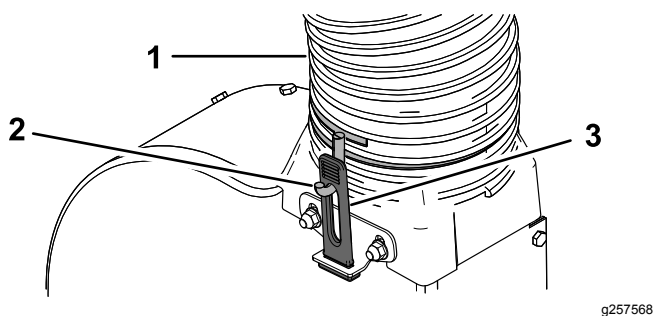

**Figura 9**
3. Avvitare 1 estremità del tubo sul cofano fino a quando non è saldo (**Figura 9**).